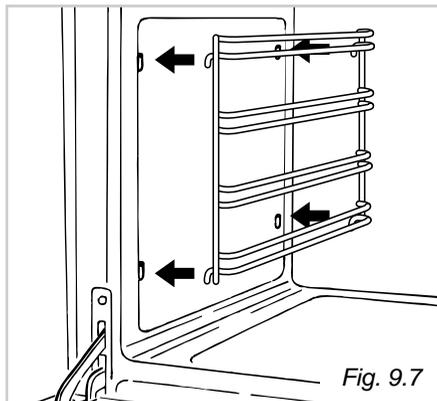

Fig. 9.7
- Agganciare i telai laterali ai fori delle pareti laterali dell'interno del forno (Fig. 9.7)